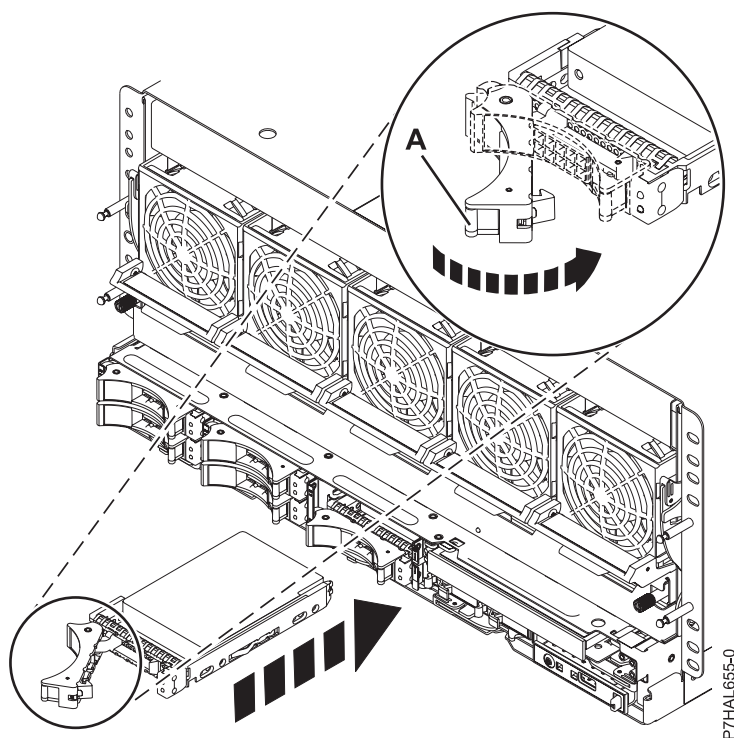

Figura 11. Instalación de una unidad de disco en el sistema
8. Cuando el LED de identificación se encienda de manera fija, deslice la unidad hasta el fondo del sistema o de una unidad de expansión y empuje hacia adentro el asa de la unidad (**A**) hasta que quede encajada, como se muestra en Figura 11 en la página 22.